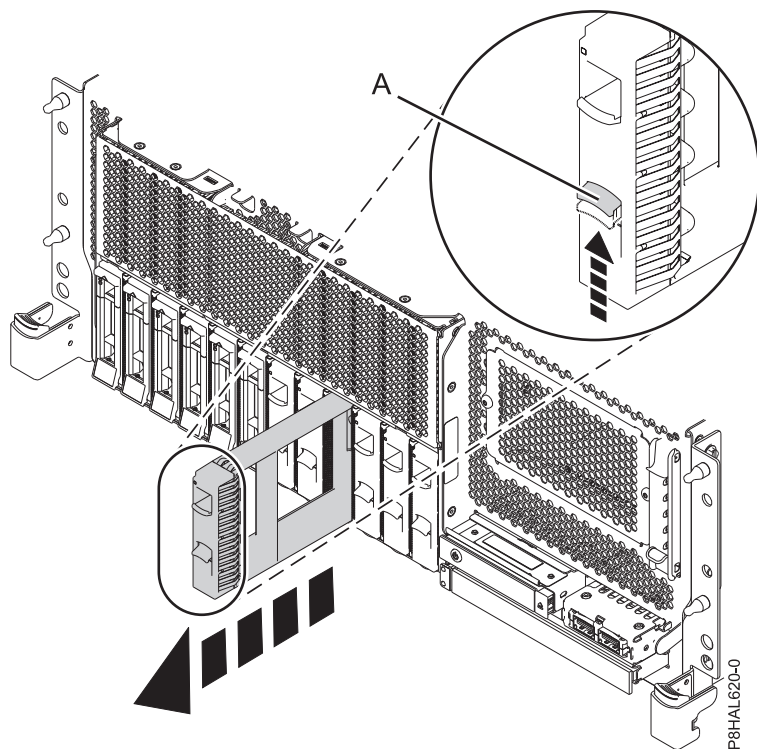

Figura 20. Extracción de un panel de relleno de unidad de disco de un sistema de función base montado en bastidor
- a. Empuje el pestillo (**A**) en el asa del panel de relleno en la dirección que se muestra en la Figura 20 en la página 27.